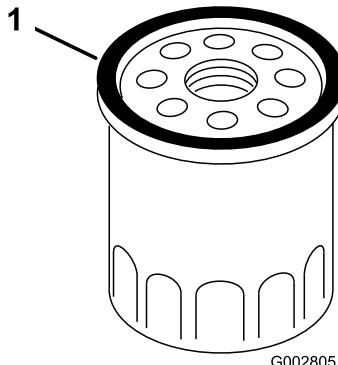

Figura 26
- Usando el dedo, unte la junta del filtro nuevo con aceite (Figura 26).